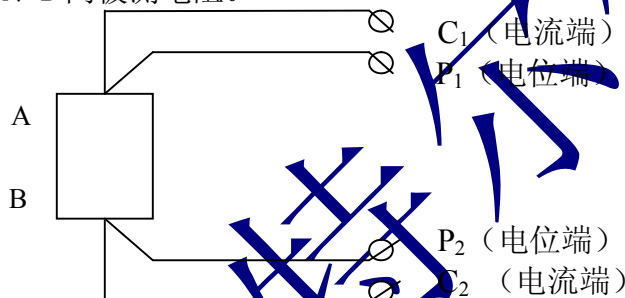

图3
4.2.3.1 测量夹子的用法如图 3， P_1 是电压高端， P_2 是电压低端， C_1 是电流高端，
C_2 是电流低端。按图 3 接好，然后接通仪器的电源，待面板上读数稳定后，显示的数据值就是 A、B 间被测电阻。